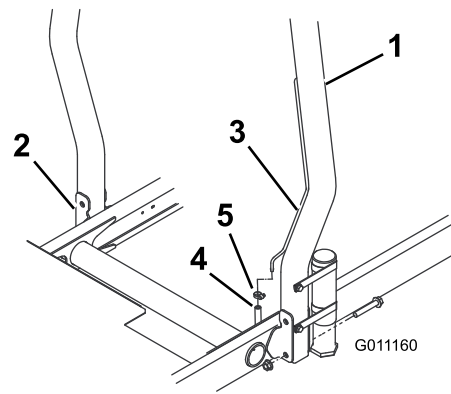

Bild 8
1. Senken Sie den Überrollbügel auf die Befestigungshalterungen der Zugmaschine ab und fluchten Sie die Befestigungslöcher aus. Achten Sie darauf, dass das Entlüftungsrohr am Überrollbügel an der linken Seite der Maschine ist (Bild 8).
2. Befestigen Sie jede Seite des Überrollbügels mit zwei Bundkopfschrauben und zwei Sicherungsmuttern an den Befestigungshalterungen (Bild 8). Ziehen Sie die Befestigungen bis auf ein Drehmoment von 81 N·m an.